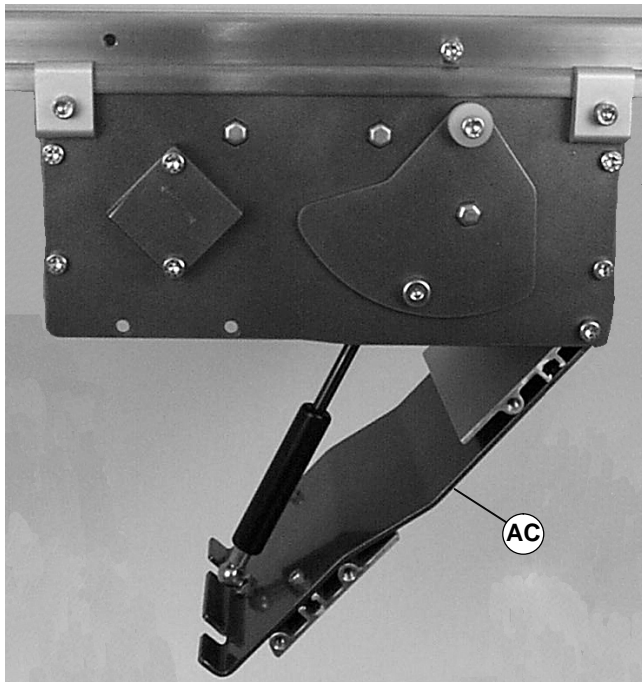

Figure 35
11. Close tension door (AC of Figure 35).